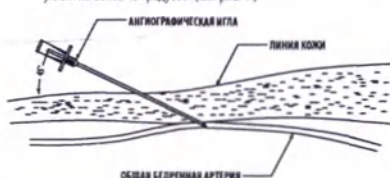

Рис. 1
- Введите ангиографическую иглу в общую бедренную артерию под углом не более 45 градусов. (См. рис. 1.)